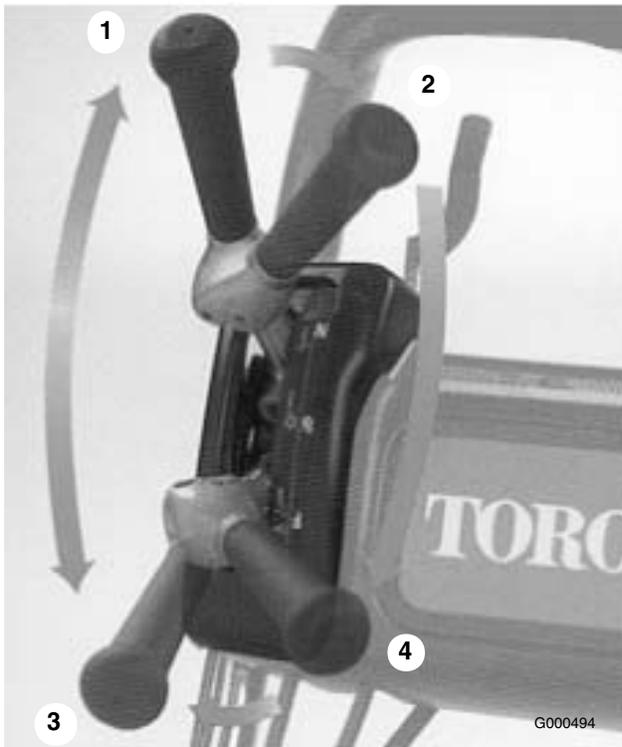

Bild 18
1. Starten Sie den Motor, stellen Sie den Gasbedienungshebel auf verringerte Geschwindigkeit, drücken Sie den Griff nach unten, um das Mähwerk anzuheben, schieben Sie den Fahrtriebshebel in die Stellung Aktiviert und transportieren Sie den Rasenmäher an eine Ecke der Rasenfläche (Bild 18).
2. Schieben Sie den Fahrtriebshebel auf die Stellung Deaktiviert und kuppeln Sie den Spindelantriebshebel ein (Bild 18).
- Schieben Sie den Fahrtriebshebel in die Stellung „Aktiviert“, geben Sie soviel Gas, bis der Rasenmäher die gewünschte Geschwindigkeit erreicht hat. Fahren Sie den Rasenmäher auf die Rasenfläche, lassen Sie den Rasenmäher vorne ab und starten Sie mit dem Mähen (Bild 18).